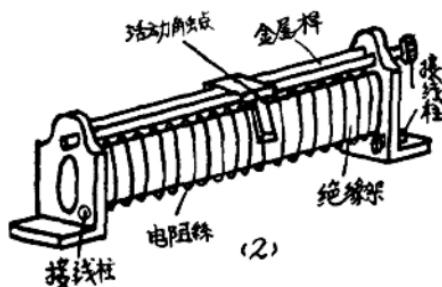

图 1-6 可变电阻器
转动式可变电阻器，它的构造如图 1-6(1) 所示。将互相绝缘的电阻丝 1 绕在一个装有架子的瓷管上，电阻丝的两端接在 C 形铜环 2 上，并拉出接线柱 3，另一端联一个接线柱 4，5 是触点，电阻丝分等段抽头接在触点上，在轴 6 上装有触头 7 及胶木手轮。触头可以随轴转动。它们下部用弹簧的力量和触点铜环接触。使用时，将导线接在 3 与 4 的接线
柱上，转动手轮触头，就可以改变电阻大小。如图 1-6(2) 所示是滑线式可变电阻器。